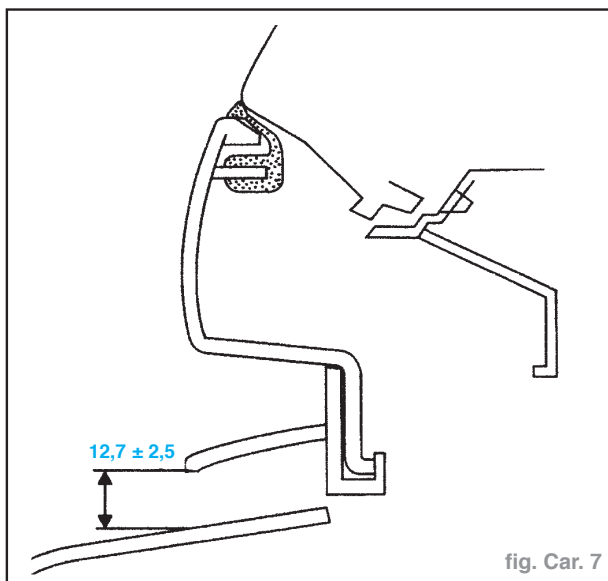

fig. Car. 7
- Présenter le bouclier et vérifier le jeu (fig. Car. 7).